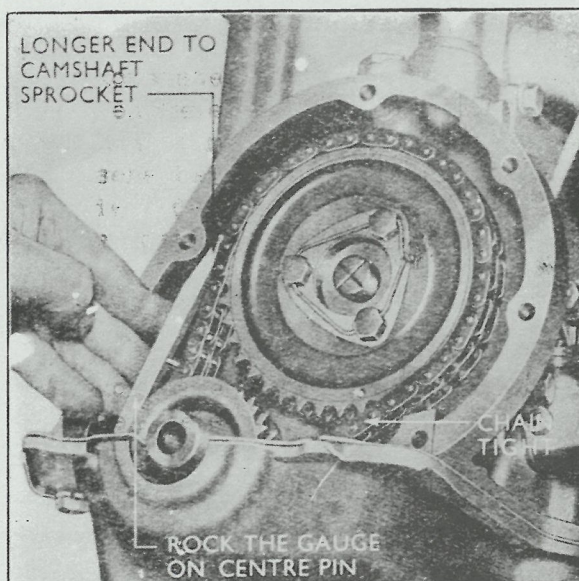

Fig 9 - Anbringelse af læren
Som vist i fig 9, kan man ved hjælp af en simpel målelære kontrollere knastakselkæden og afgøre, om den er slidt for meget eller er anvendelig til videre brug.
Øversættelse af teksten i fig 9
3. (a) Sæt læren i stilling - således, at den længste ende peger op imod knastakselhjulet - og den korte ende imod krumtaphjulet (se fig 9).